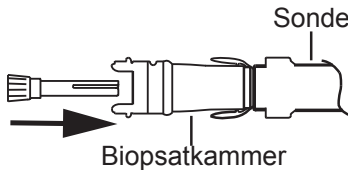

Abbildung 2: Spitzenföhrung in die Biopsatkammer einföhren
2. Applikator mit der üblichen aseptischen Technik aus der Packung entnehmen und auf Beschädigungen untersuchen. Spitzenschutz (A) entfernen.
5. Spitzenführung (B) in die Biopsatkammer einführen. Sicherstellen, dass die Spitzenführung vollständig eingeführt ist (siehe Abbildung 2).